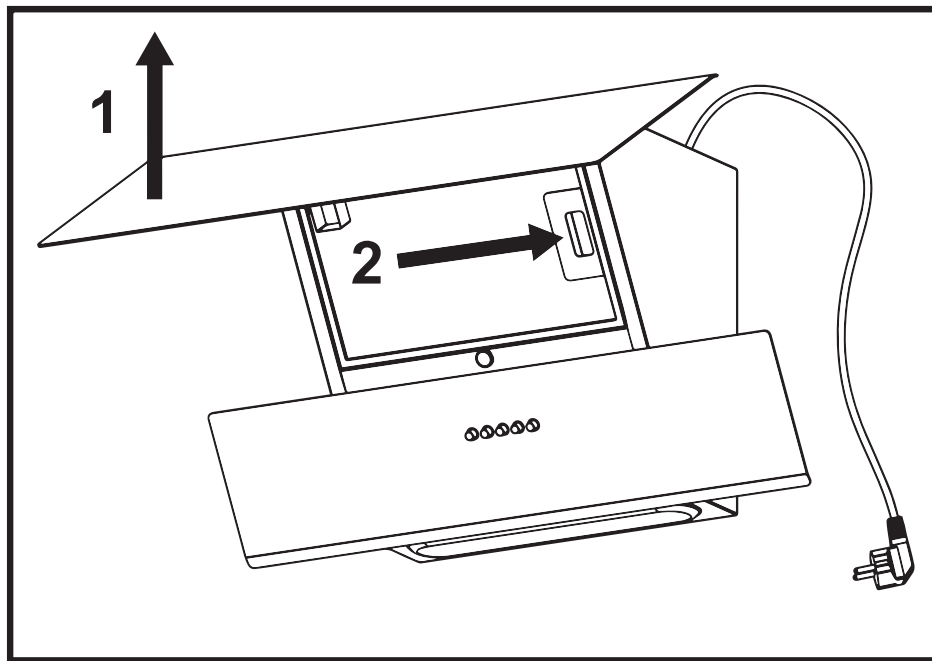

Рис.6
8.6 Для зняття алюмінієвого фільтра (рис.6) слід відкрити **декоративну панель 1**, натиснути на **пружинну засувку 2** і, потягнувши на себе зняти фільтр з панелі. Встановлення фільтра виконати в зворотному порядку.